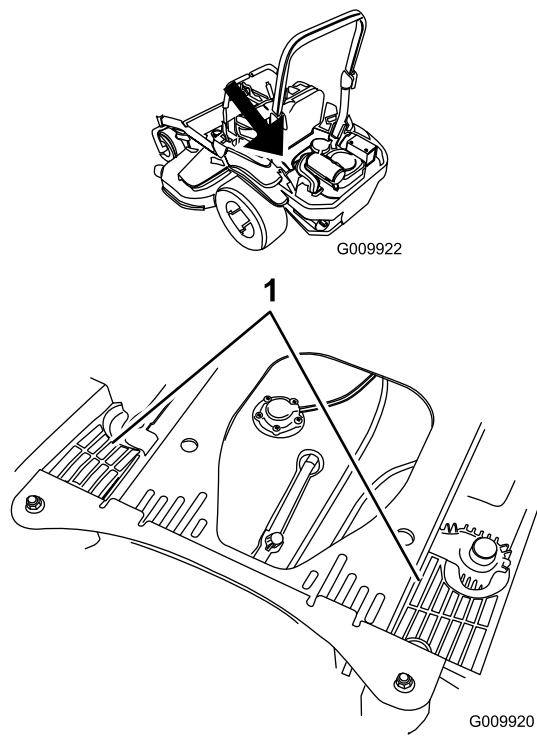

Figura 72
4. Limpie cualquier residuo o hierba de las cubiertas de la unidad hidráulica (Figura 72).